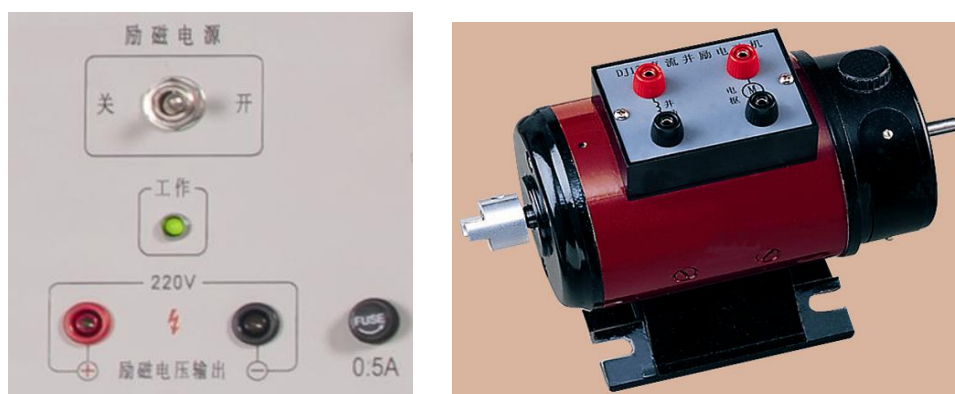

图6 励磁电源和直流他励发电机
⑤ 分别将DJ15型直流并励电动机和DJ13-1型直流他励发电机固定到电机导轨上。
⑥ 分别连接DJ15型直流并励电动机接线座上的电枢线圈的红色接线柱、黑色接线柱到PEC07型挂件面板上的【U_o】、【V_o】。
⑦ 参考图6，分别连接控制屏上励磁电压输出的【+】（红色）、【-】（黑色）到DJ15